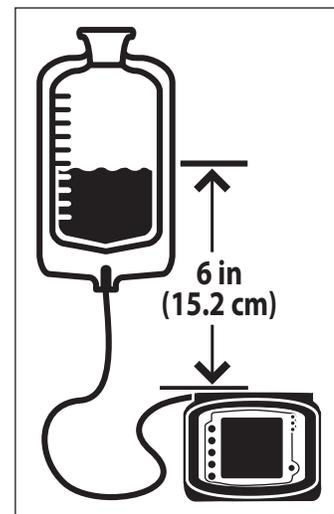

Figura 4B. Nivel correcto de líquido.
- Agarre la lengüeta de dedo de la válvula e insértela en el receptáculo frontal (1).
- Agarre el retén de arandela negro y colóquelo alrededor del rotor (2). Tire del retén e insértelo en el receptáculo posterior (3). **Evite estirar excesivamente el tubo de silicona.**
4. **Cuelgue la bolsa del equipo para bomba de manera que el nivel superior del volumen inicial de la fórmula esté 15,2 cm (6 pulgadas) por encima de la bomba (figura 4B).**
7. **El nivel superior del volumen inicial de la fórmula debe estar 15,2 cm (6 pulgadas) por encima de la bomba (figura 4B).**